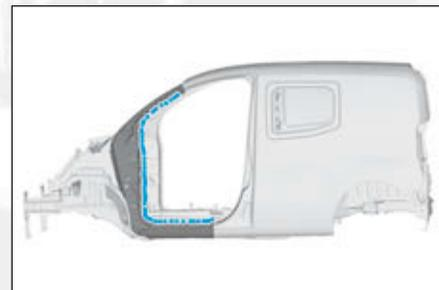

FIG.67
- par points électriques (Fig.67),